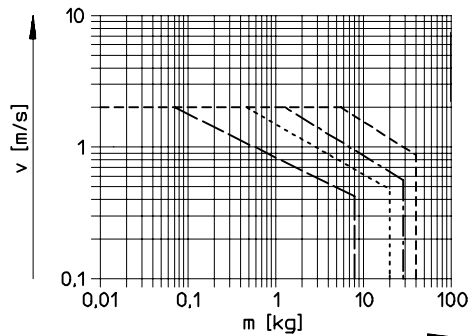

Fig. 24
Senza l'equipaggiamento con dispositivi di assorbimento, l'attuatore DGC-... può tollerare le velocità massime di traslazione secondo Fig. 24 e Fig. 25.
- L'assenza di un equipaggiamento con dispositivi di assorbimento, il superamento dei valori limite indicati in Fig. 24 e Fig. 25 può causare il danneggiamento del DGC-... .